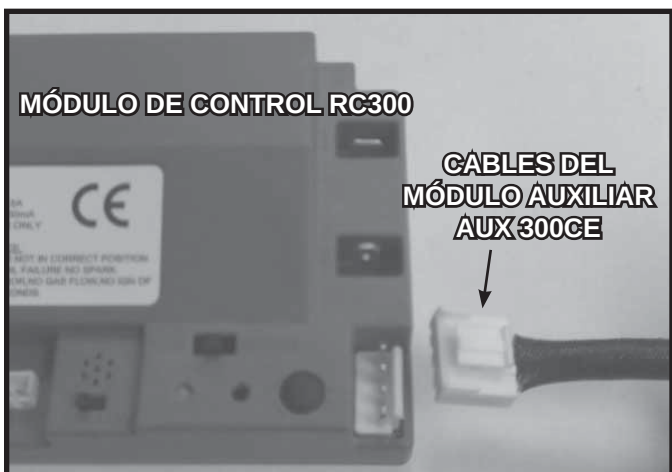

Figura 12.8 Instalación del módulo auxiliar AUX300CE
- Inserte el arnés del módulo auxiliar AUX300CE (cuatro hoyos) en el conector del módulo de control RC300 (cuatro pines). Consulte Figura 12.8.